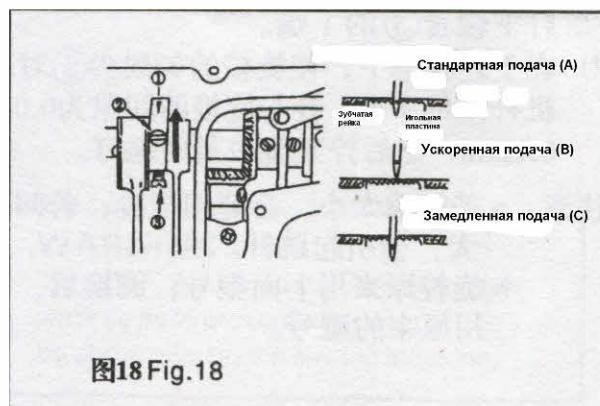

图18 Fig.18
- 1) Ослабьте гайку (2). Если повернуть пружинный регулятор (1) по часовой стрелке (в направлении А), давление лапки будет увеличено.
- 2) Если повернуть пружинный регулятор (1) против часовой стрелки (в направлении В), давление лапки будет ослаблено.
- 3) После корректировки заверните гайку (2)
15. Корректировка синхронизации транспортера (Fig. 18)